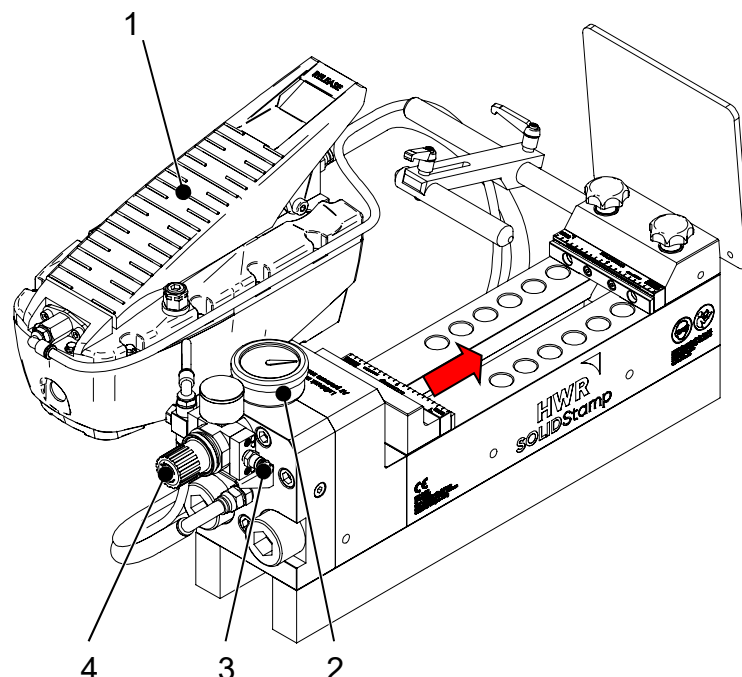

Fig. 2-2 : Mode de fonctionnement de la station d'estampage SOLIDStamp
La station d'estampage est commandée à l'aide de la pompe à air hydraulique (1). Le raccord d'air comprimé (3) sert à alimenter la pompe en air comprimé. La pression d'air se règle par le biais de la vanne de réglage de pression (4) et prédéfinit la pression hydraulique à atteindre. La pression hydraulique doit s'élever au maximum à 320 bar (2), la pression d'air au max. à 5 bar. L'arrivée de la pression hydraulique dans la station d'estampage actionne un vérin à simple effet, ayant pour effet le déplacement du chariot d'estampage (voir le sens de la flèche dans la fig. 2-2) en direction du mors de positionnement.